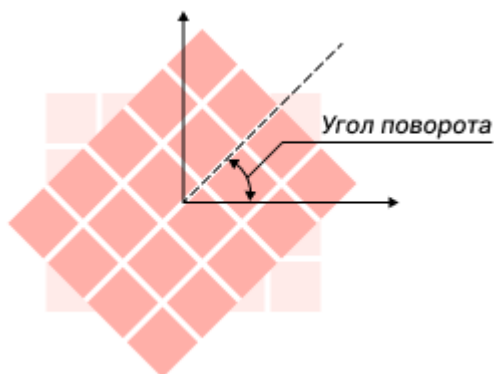

Рис. 187 Поворот апертуры
- Угол поворота – величина угла поворота горизонтальной осевой линии апертуры против часовой стрелки. Значение может быть задано в диапазоне 0 – 359° с шагом 1°, см. Рис. 187.